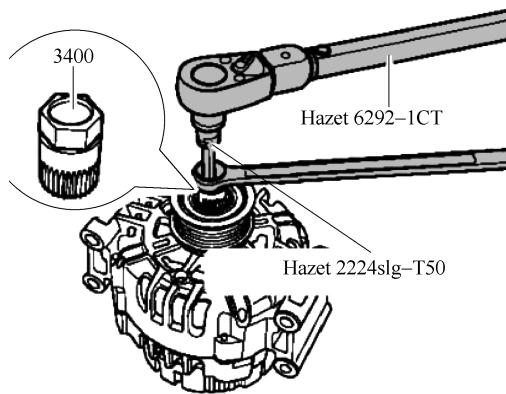

图 5-1-7 拆卸多楔带轮
① 拆卸发电机。
② 使用螺钉旋具撬出多楔带轮上的防护盖。
③ 使用多齿适配接头 3400 从发电机轴上松开多楔带轮。
④ 顺时针方向转动扭力扳手 Hazet6292-1CT，拆下多楔带轮，如图 5-1-7 所示。